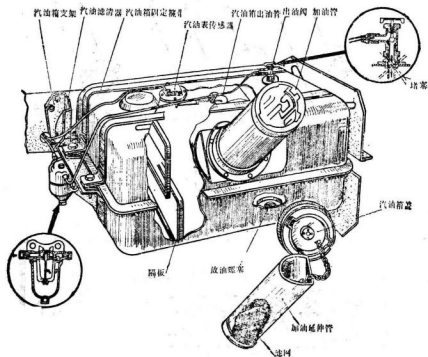

图1-3 虚线×表示出油管堵塞
2. (图1-3) 油箱堵塞, 油管碰瘪, 汽油箱的出油管堵塞或脱焊、裂缝。